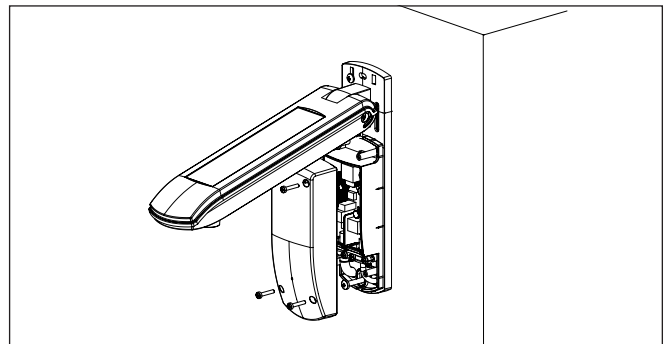

Abb. 4 Wandmontage
- Befestigen Sie die Wetterstation mit den beiliegenden Schrauben und Dübeln wie abgebildet auf einem geeigneten Untergrund (Abb. 4). Die Verbindungsleitung muss auf der Rückseite der Montageplatte korrekt in der Führung liegen, damit sie bei der Montage nicht eingeklemmt wird.